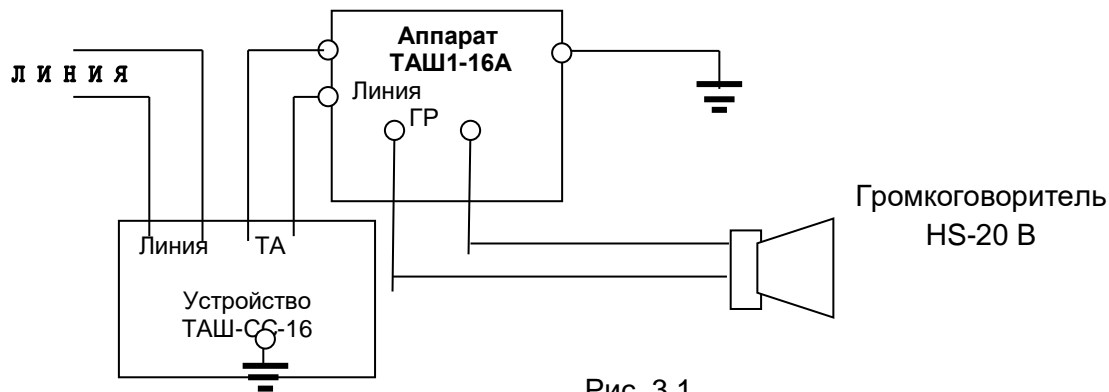

Рис. 3.1
3.3.2 После установки устройства проверяется целостность конструкции, наличие предусмотренных мер безопасности и производится подключение линии связи, заземление (см. рис. 3.1)